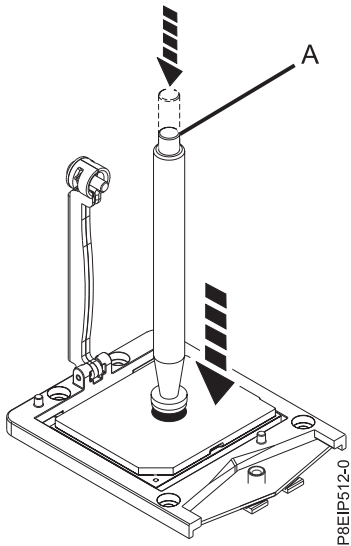

Figure 53. Abaissement de l'outil de retrait sur le module processeur système
7. Abaissez le stylet d'aspiration sur le module processeur système à installer. Appuyez à fond sur le haut du stylet (**A**) et maintenez le stylet au centre du module processeur comme indiqué dans la figure 53. Relâchez le haut du stylet pour fixer ce dernier sur le module processeur.